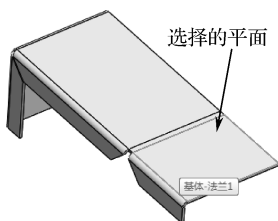

图 9-85 选择的草绘平面
- 05** 选择如图 9-85 所示平面作为草绘的平面，单击“视图定向”快捷菜单中的“正视图于”按钮，然后绘制如图 9-86 所示的图形，草绘绘制完成后，退出草绘绘制界面。